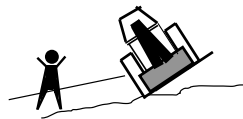

Abb. 4
- Auf einem unebenen Gelände bzw, bei Nichtbeachtung des maximal erlaubten Zugwinkel besteht Umkipppgefahr (Abb. 4).